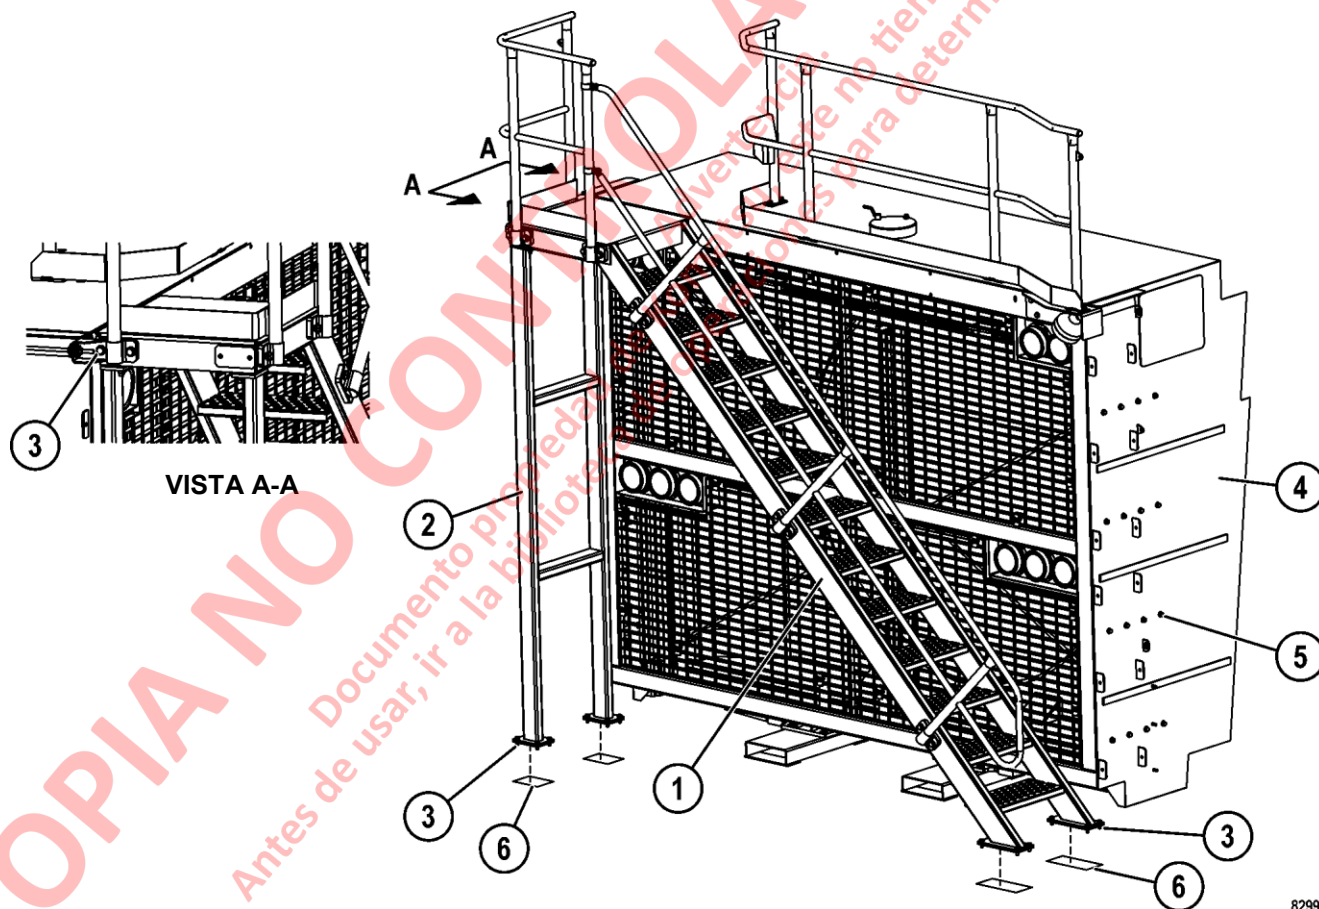

FIGURA 2-1. ESCALERA DIAGONAL, ELIMINACIÓN DE REJILLA Y CUBIERTA
1. Conecte un dispositivo de elevación apropiado a la escalera diagonal. El peso combinado de escalera diagonal (1, figura 2-1), soporte (2) y los pasamanos es de aproximadamente 300 kg (660 lb).
2. Quite el herraje de montaje de la escalera (3).
3. Levante la estructura del camión. Saque las laines (6).
5. Conecte un dispositivo de elevación apropiado a las cubiertas y rejilla (4). El peso del conjunto de la rejilla y la cubierta es de aproximadamente 500 kg (1,100 lb).
6. Retire todas las piezas de montaje (5) de las cubiertas a ambos lados de las cubiertas.